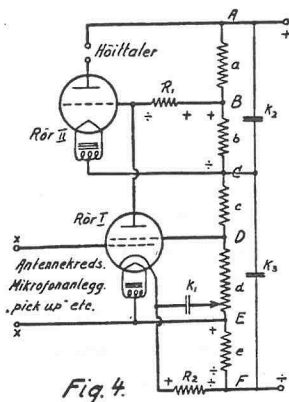

Fig. 4.
Fig. 4 viser Lofthin-White-forsterkeren, som er en amerikansk opfinnelse.
L.-W. virker ikke bare som forsterker, men kan benyttes som almindelig radioapparat ved å koble en antennekrets til kontaktene x—x i fig. 4.
Denne dur-kompensator består av en kondensator K₁ på ca. 1 mfd. koblet mellom skjermgitterrørets katode og motstanden d i fig. 4. Ved nu å forskyve kontakten på denne motstand vil man finne et punkt hvor vekselstrømduren forsvinner. De 2 kondensatorer K₂ og K₃ har en verdi av ca. 2 mfd.
Man kan egentlig betrakte den bestående av 3 strømkretser, fig. 4.